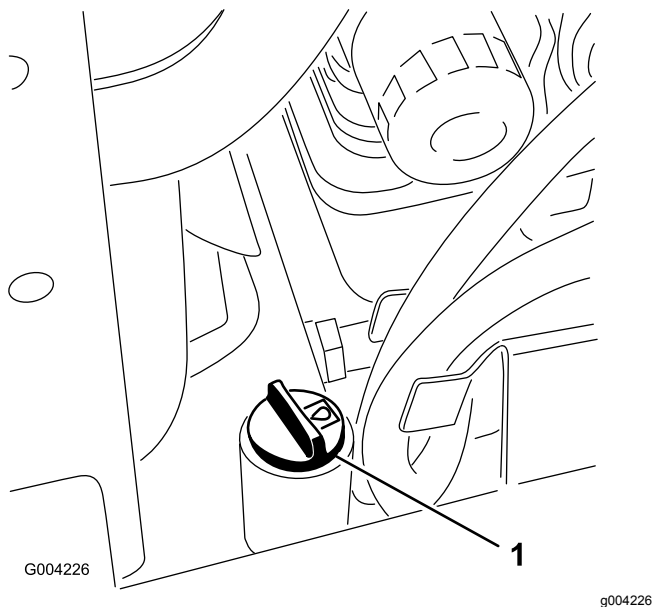

Figure 58
- Nettoyez la surface autour du goulot de remplissage du réservoir hydraulique (Figure 58).